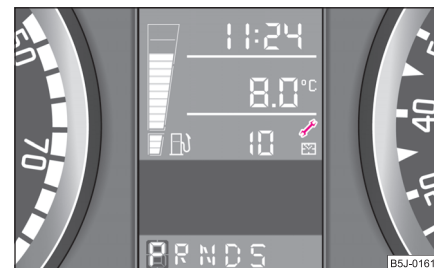

Fig. 4 Indicateur de la Périodicité des Entretien: Nota
Un symbole représentant une clé (7) ⇒ fig. 4 apparaît sur l'écran du compteur kilométrique environ 30 jours avant la date prévue pour le prochain entretien. A ►